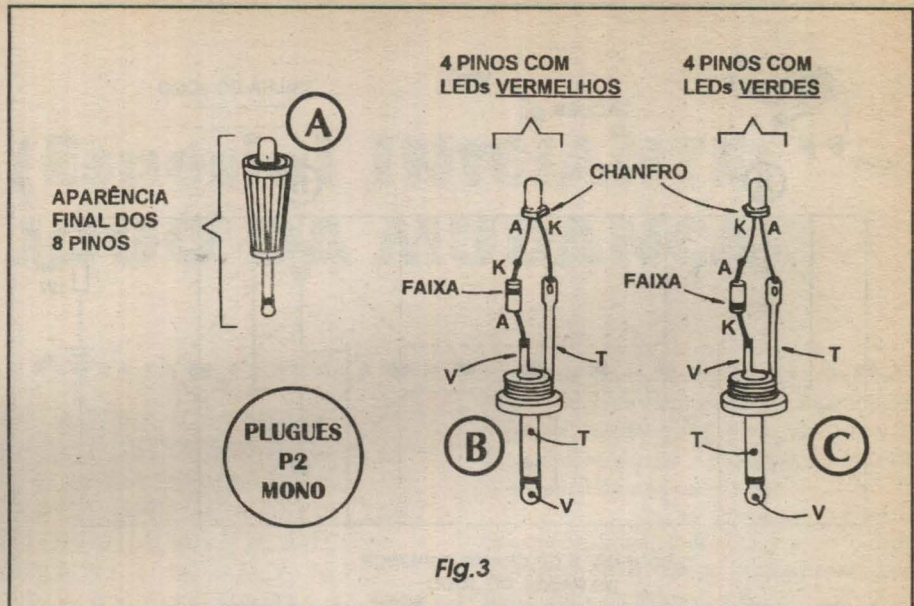

Fig.3
**- FIG. 3 - CONFECCÃO E LIGAÇÕES INTERNAS DOS PINOS DO JOGO...**